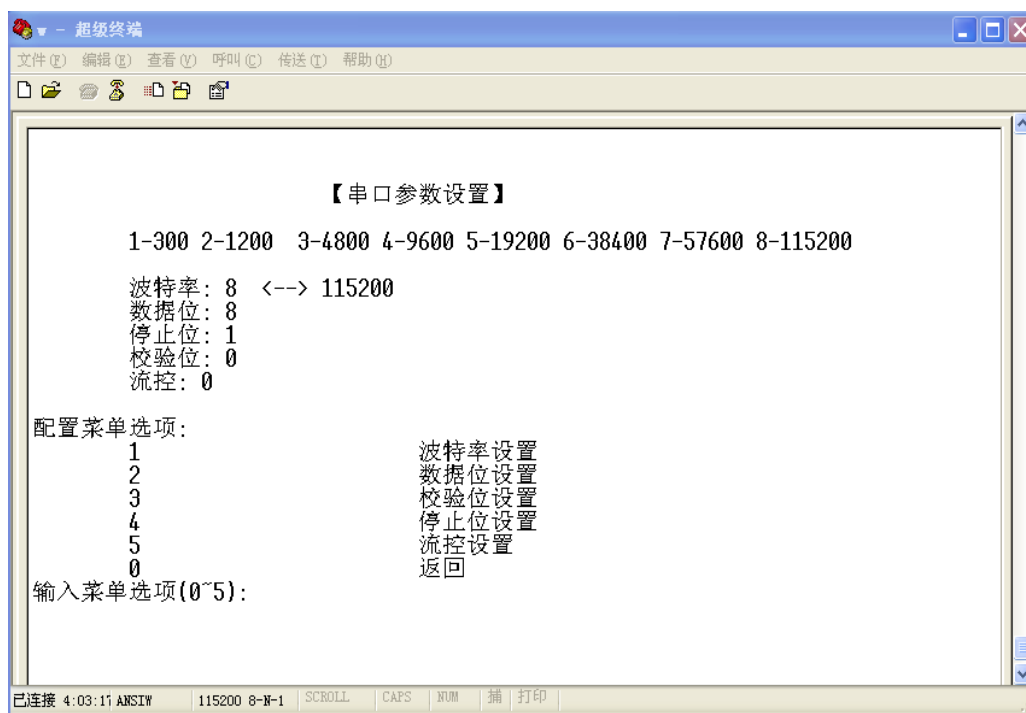

图 11 串口参数设置
5) 在主菜单输入选项中输入数字 3，进入串口配置，如下图 11 所示为串口配置界面，包含波特率、停止位、奇偶校验位、流控、数据位设置。